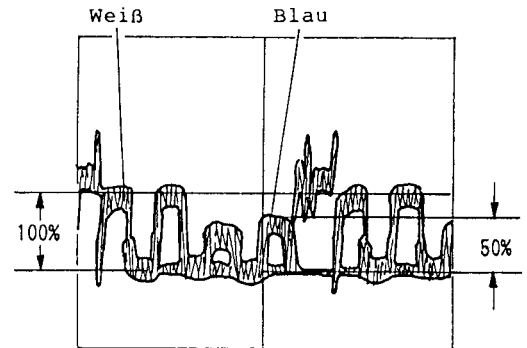

Abb. 4-7
9) Matrix-Abgleich (Abb. 4-7, 4-52)